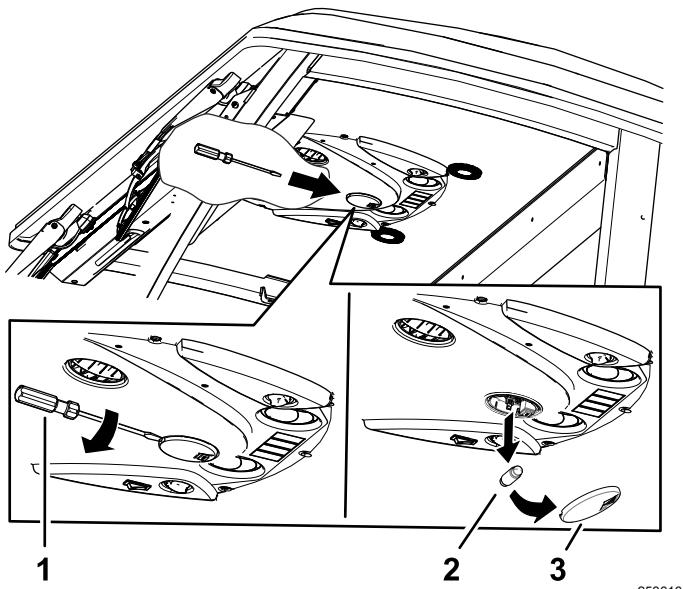

Bild 84
2. Entfernen Sie das Leuchtmittel aus der Fassung (Bild 84).